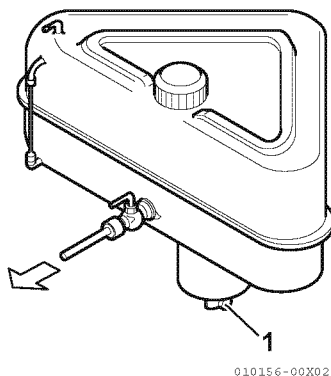

Abbildung 1
1. Eine Ölwanne (1, **Abbildung 1**) zum Auffangen des Kraftstoffs unter den Ablasshahn stellen.